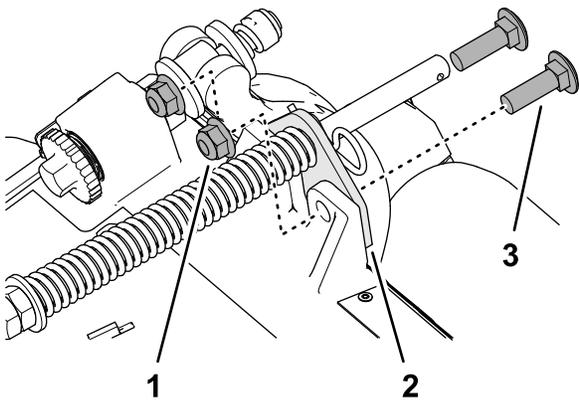

图 14
2. 拆下将草坪补偿支架固定到滚刀组架的 2 个凸缘锁紧螺母 $\frac{3}{8}$ 英寸和 2 个托架螺栓 $\frac{3}{8}$ x 1 $\frac{1}{4}$ 英寸图 14。